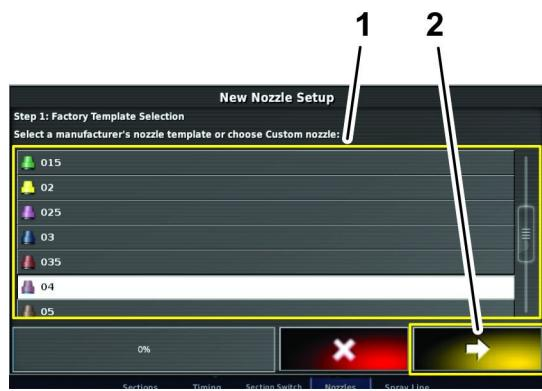

Figura 77
- No passo 1 do ecrã de Configuração do novo bico, pressione o ícone de Novo bico com base na taxa de fluxo ou cor indicada na seleção do modelo de fábrica (Figura 77).